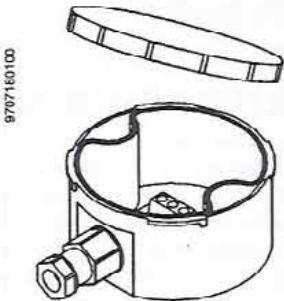

Fig. 46
- Løsn plasticbeskyttelsesdækslet ved at dreje det mod uret for at få adgang til klemkassen og til monteringshullerne (Fig. 46).
- Unscrew the protective plastic cover, turning it anti-clockwise to access the terminal board and fixing holes (Fig. 46).